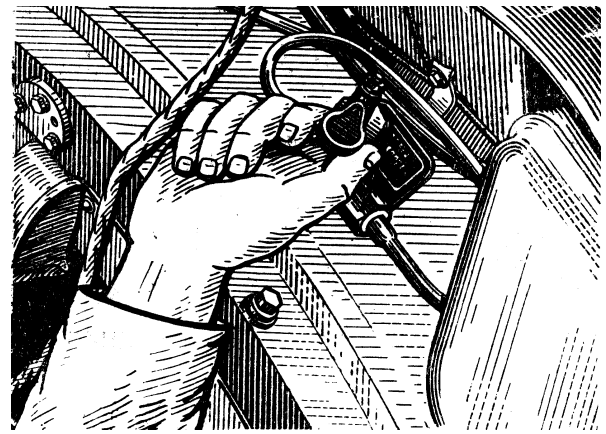

Рис. 52. Відкриття крана повітряно-рідинного очищення приладу ТКН-3Б і прицілу 1ПЗ-3
- взятися правою рукою за рукоятку крана з написом «ОЧИСТКА ПРИБОРА», який розташовано у ніші башти праворуч від командира, та, короткочасно відкриваючи його (рис. 52), домогтися повного очищення скла, після чого закрити кран балона.
- взятися правою рукою за рукоятку крана вмикання системи очищення та, короткочасно відкриваючи його (рис. 52), домогтися повного очищення скла, після чого кран і кран балона закрити.